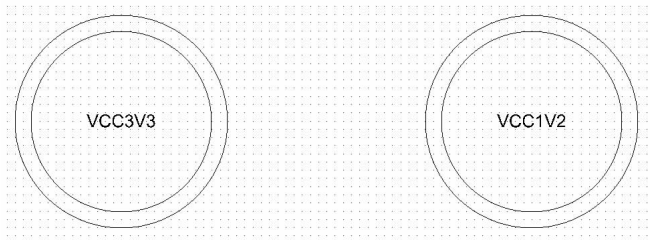

图 11-14 高亮显示电源网络
2) 按〈Enter〉键后, 电源网络将高亮显示, 如图 11-14 所示。